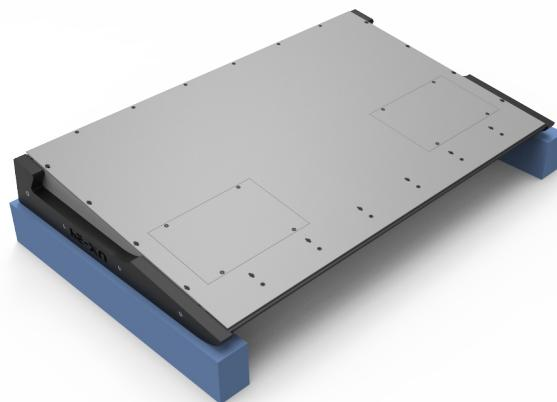

Figura 3: Tacos de apoyo bajo los laterales
1. Retirar la base de la consola. Para esto apoyar la consola sobre sus laterales, con la base hacia arriba. Utilizar como apoyos bajo los laterales listones de poliuretano expandido o material similar, de altura no menor a 5 cm (ver Figura 3 en “Reemplazo de atenuadores”).